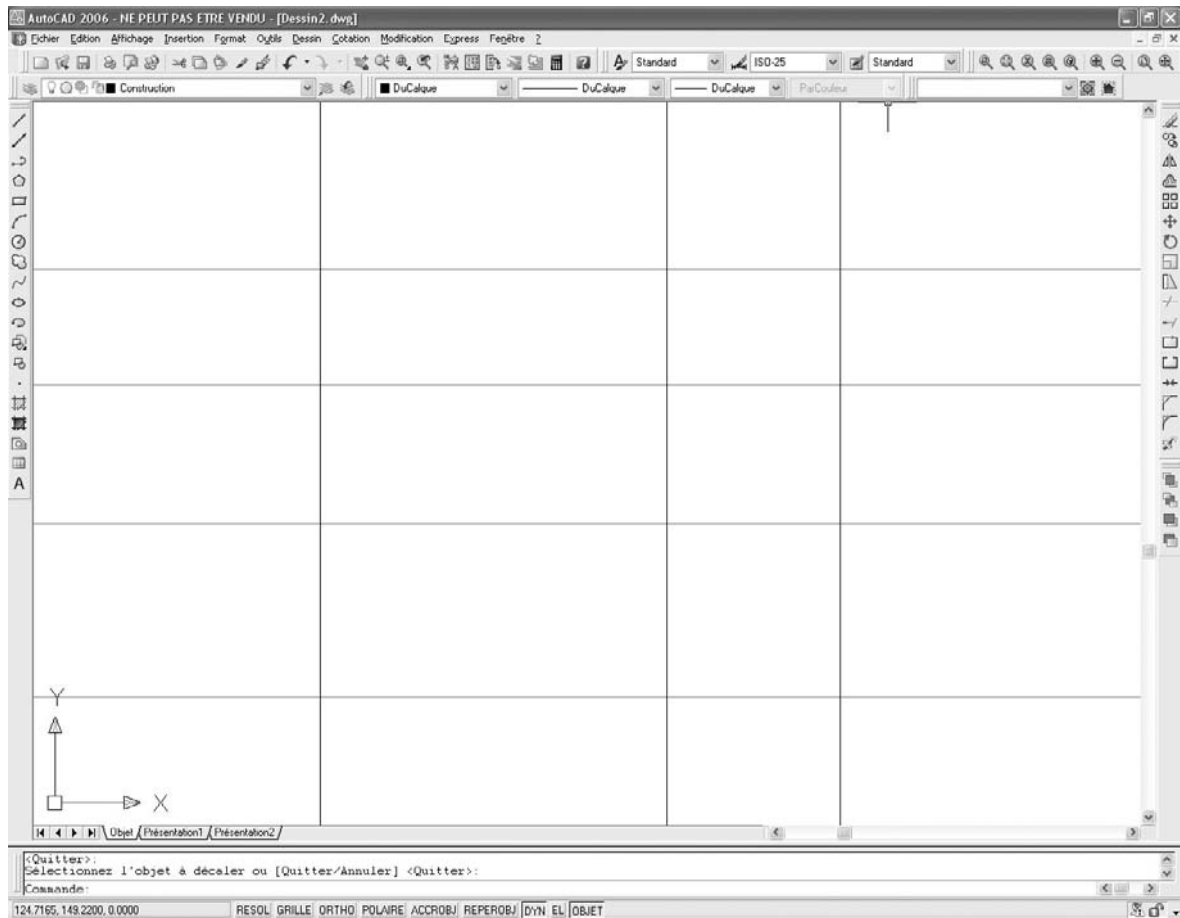

Fig.4.6
- ▶ Sélectionner l'objet à décaler (Select object to offset) : appuyer sur Entrée pour sortir de la fonction (fig.4.6).